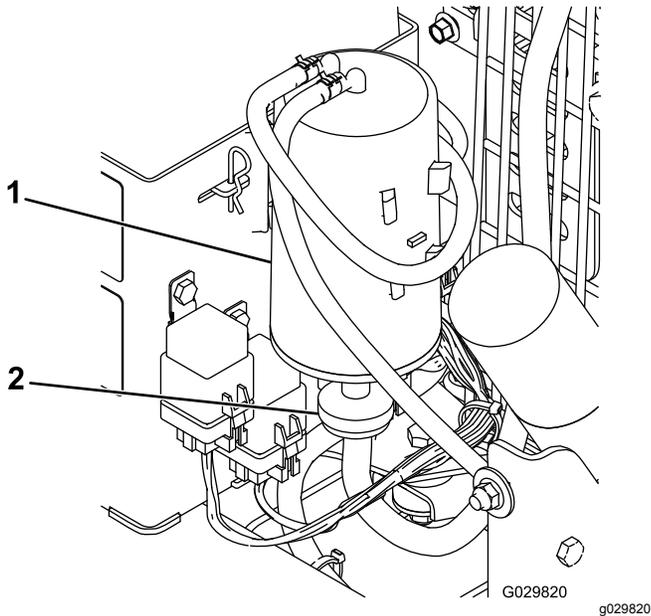

Figure 19
2. Déposez et mettez au rebut le filtre à air à charbon actif (Figure 19).